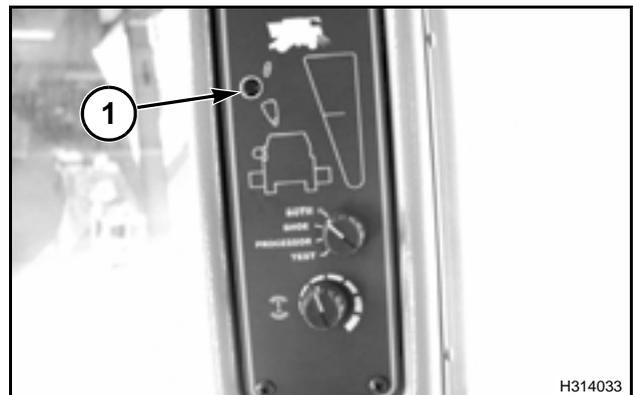

FIG. 124
FIG. 124: Colocar el interruptor de selección de tamaño de grano (1) en “pequeño”, “medio” o “grande”, según corresponda al tamaño de las semillas que se va a cosechar.